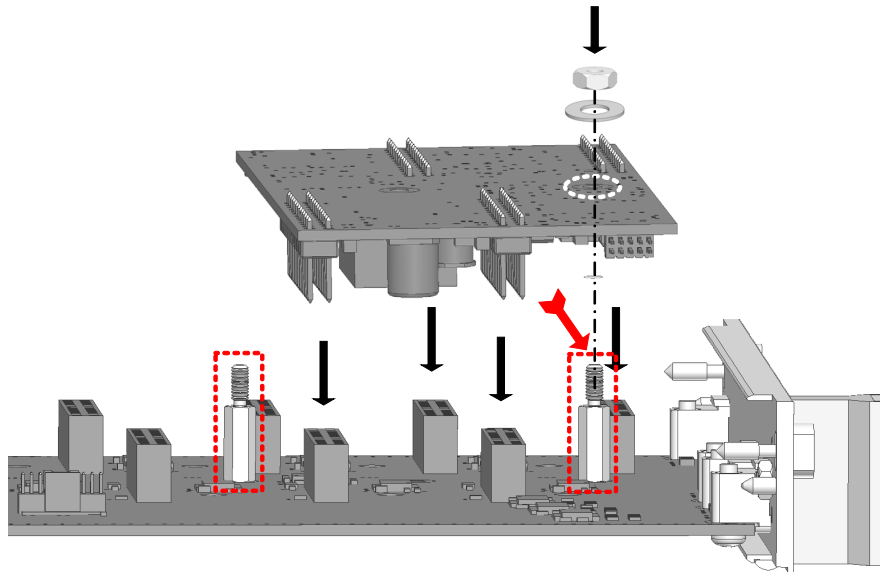

Abb. 2-7 Seitenansicht Montage eines PB5338CURR.1-A Piggybacks
Achten Sie auf möglichst geringe mechanische Beanspruchung aller Komponenten. Ziehen Sie Muttern nur leicht (ca. 0,3 Nm) an. Beachten Sie, dass der Führungsbolzen elektronische Bauteile nicht berührt, bzw. beim Montieren des PB5338CURR.1-A nicht unter mechanische Spannung bringt (angedeutet durch roten Blitz in Abb. 2-7). Bei zu starker mechanischer Belastung der Komponenten kann es zu Fehlfunktionen des ES5338.1 Carrier Board und des PB5338CURR.1-A Piggybacks kommen, die zu Schäden an Eigentum und Gesundheit führen können.
2. Richten Sie das PB5338CURR.1-A Piggyback auf den jeweiligen Führungsbolzen (rot gestrichelte Rechtecke in Abb. 2-7) eines jeden Steckplatzes des ES5338.1 Carrier Boards aus.
Beachten Sie, dass der Führungsbolzen elektronische Bauteile nicht berührt, bzw. beim Montieren des PB5338CURR.1-A Piggybacks nicht unter mechanische Spannung bringt (angedeutet durch roten Pfeil in Abb. 2-7).